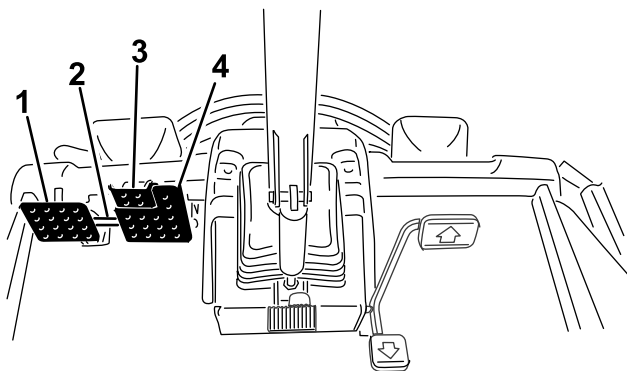

Рисунок 30
- Отсоедините фиксатор педалей (Рисунок 30).